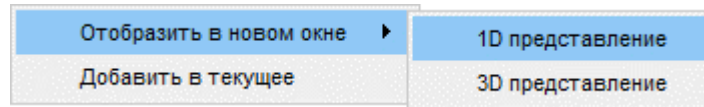

Рис. 241
18.13.4.3. Управление объектами в окне дерева осуществляется через контекстное меню (рис. 241).